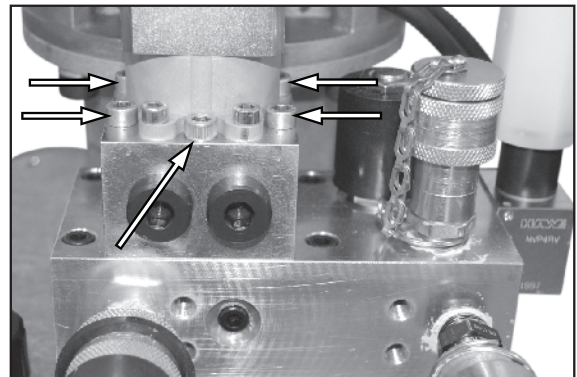

Figura 44.
2. Veja a Figura 44. Solte os 5 parafusos da válvula de 2 posições / 4 vias. Os parafusos são capturados e parte do conjunto.